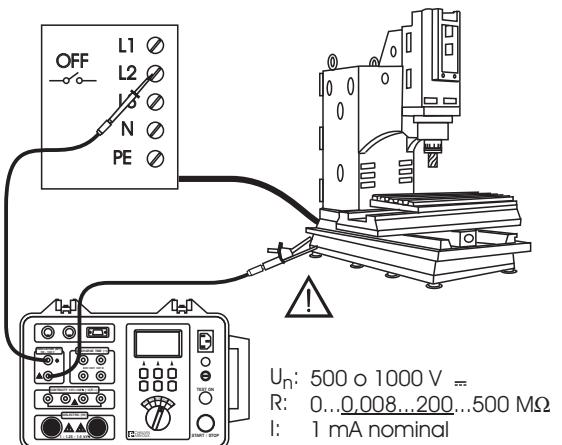

Fig.18. Collegamento dei conduttori di test
3. Collegare i conduttori di prova allo strumento ed all' oggetto testato come illustrato nella fig.18.